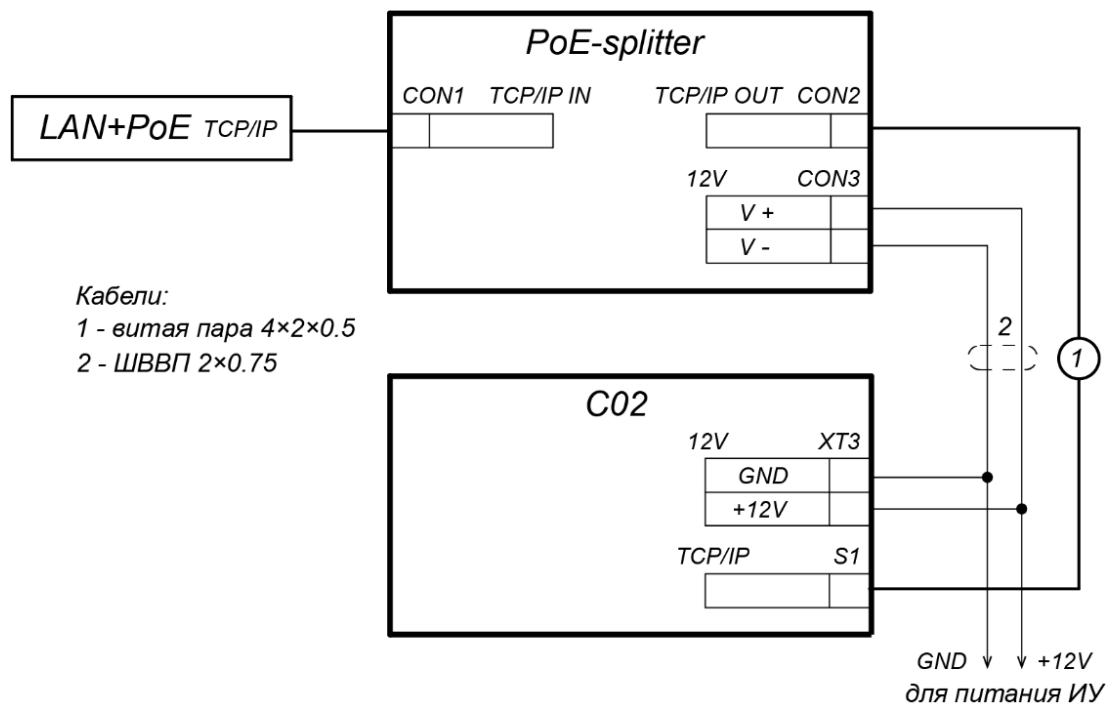

Рисунок 14. Схема подключения контроллера через PoE-сплиттер
3. Подключите цепи питания контроллера и при необходимости управляемого им ИУ к разъему **Con3** сплиттера. Схема подключения приведена на рис. 14 (штекер для подключения к разъему входит в комплект поставки сплиттера).